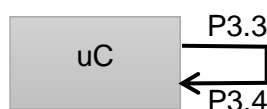

Figura 15 – USCI transmitindo pelo pino P3.3 e recebendo o dado transmitido pelo pino P3.4.
A interface serial USCI-A0 está roteada nos pinos P3.3 (TX) e P3.4 (RX). Configure esses pinos para sua funcionalidade dedicada. Conecte os dois como na Figura 15 para testar a interface de comunicação serial. Note que a USCI transmite e recebe o dado transmitido. Para este exercício, e para os próximos, iremos trabalhar à uma taxa (baudrate) de 1200 bps. Teste a interface enviando um byte qualquer e verifique que ele é recebido de volta. Verifique, através de breakpoints nas interrupções, ou por amostragem da flag de recepção (RXIFG), se o valor foi recebido corretamente no buffer de recepção.